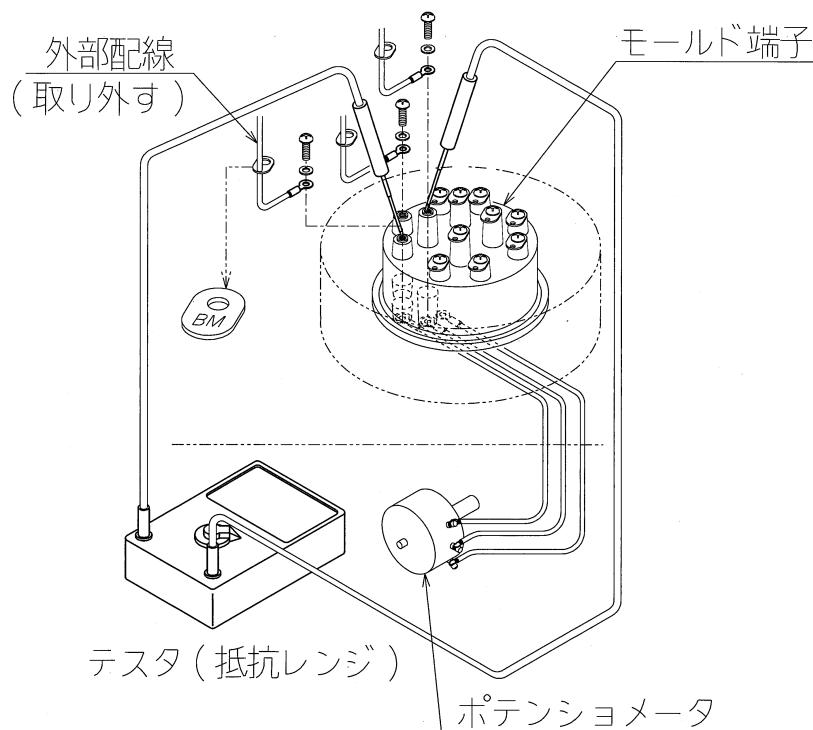

図9：ポテンショメータの点検
(1) ポテンショメータの点検方法 (図9参照)
- ①コントロールモータを電動動作で全閉位置とし電源を遮断します。
- ②端子箱カバーを外し、端子BM, RM, WMに接続されている外部配線を解線します。
- ③端子BM-RM又はRM-WM間にテスタ（抵抗レンジ）をあて、電動又は手動操作にてコントロールモータを閉→開、開→閉に繰り返し動作させます。
- ④動作中にテスターの数値がスムーズに上昇（下降）するか確認します。この時、数値が急激に変化したり、動作量に対し数値が比例して変化しない場合はポテンショメータの異常が考えられます。